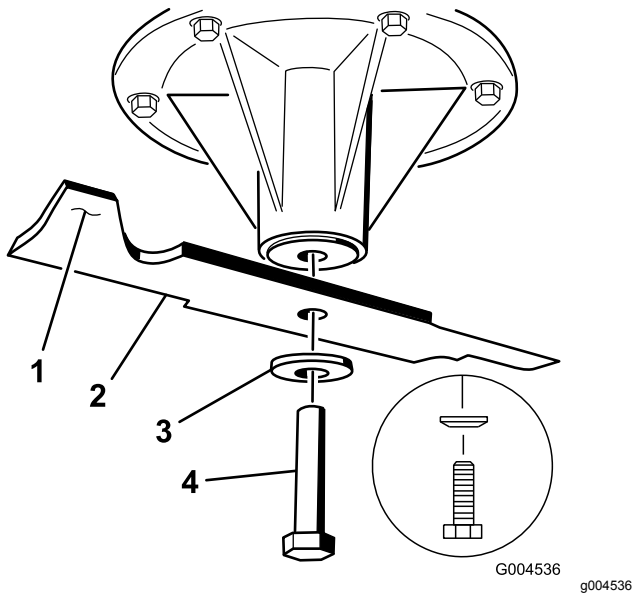

Figura 97
3. Si la cuchilla no está equilibrada, rebaje algo el metal en la parte de la vela solamente con una lima (Figura 97).
1. Instale la cuchilla en el eje (Figura 97).
2. Instale la arandela elástica y el perno de la cuchilla. El cono de la arandela elástica debe estar orientado hacia la cabeza del perno (Figura 97). Apriete el perno de la cuchilla a 115–150 N·m (85 a 110 pies-libra).